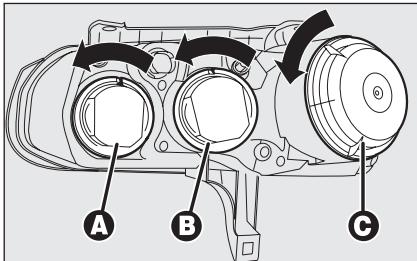

fig. 25
La ubicación de las lámparas del grupo óptico **fig. 25** es la siguiente:
- gire hacia la izquierda la tapa **A-fig. 25**;
- desenchufe el conector eléctrico **A-fig. 25**;
- gire hacia la izquierda la tapa **B**-fig. 25;
- gire hacia la izquierda la tapa **C**-fig. 25;